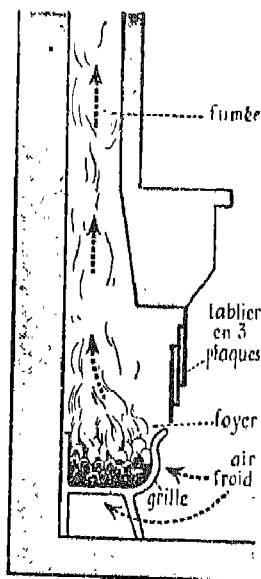

Fig. 1. — Feu de charbon dans une cheminée moderne. Les flèches indiquent le trajet de l'air qui traverse le combustible pour gagner la gaine de fumée.
4. Existe-t-il une **cheminée** dans votre chambre à coucher. Décrivez-la en vous aidant de la fig. 1. Quel combustible y brûle-t-on ? Est-ce là un mode de chauffage commode ? économique ?
Les cheminées des appartements modernes sont beaucoup plus petites (fig. 1). Vous avez tous vu leur **manteau de marbre** qui fait saillie dans la pièce et remplace la hotte ; l'**âtre**, en briques rouges sous la gaine de fumée 2 ; les plaques de faïence blanche qui renvoient une partie de la chaleur vers l'intérieur de la chambre ; le **tablier** fait de trois feuilles de tôle qu'on peut élever ou abaisser à volonté.